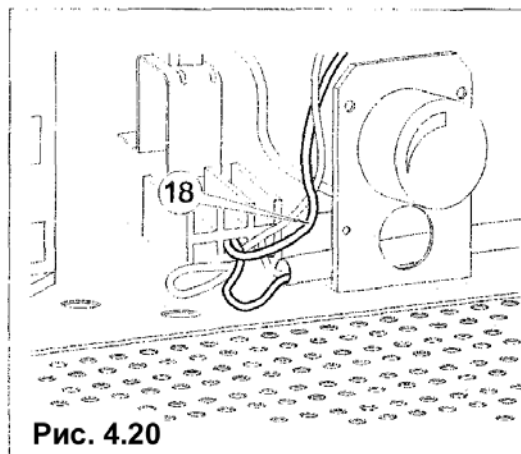

Рис. 4.20
- Подключите группу охлаждения к электрической сети (вставьте в соединительную коробку синий провод п. 18) (рис. 4.20)